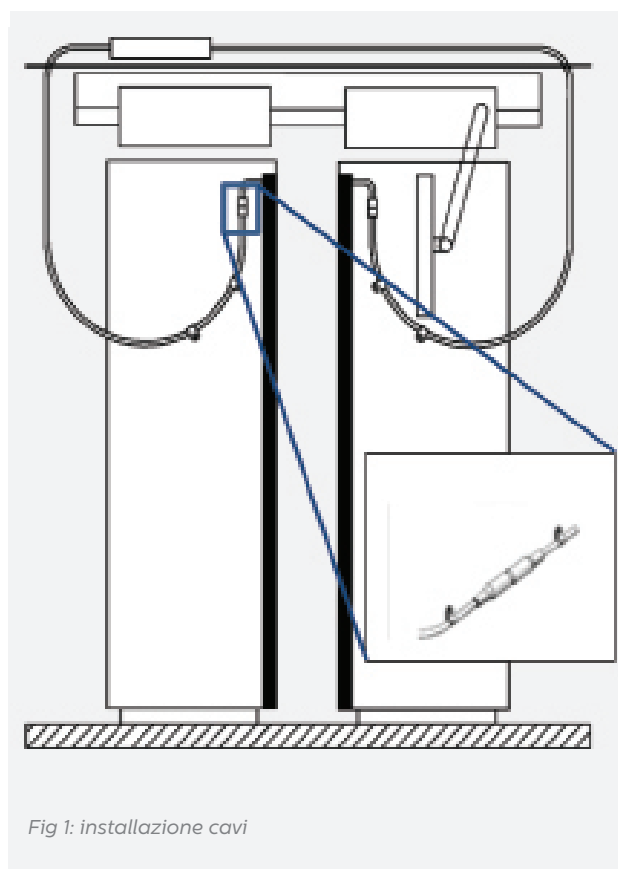

Fig 1: installazione cavi
5. Al termine delle operazioni , aprire e chiudere con cautela le porte manualmente per controllare che il cavo sia libero [015 455] e non si impigli durante il normale funzionamento , altrimenti si corre il rischio di danneggiamento o di intrappolamento del cavo da parte delle porte dell'ascensore. Vedere Fig1 .